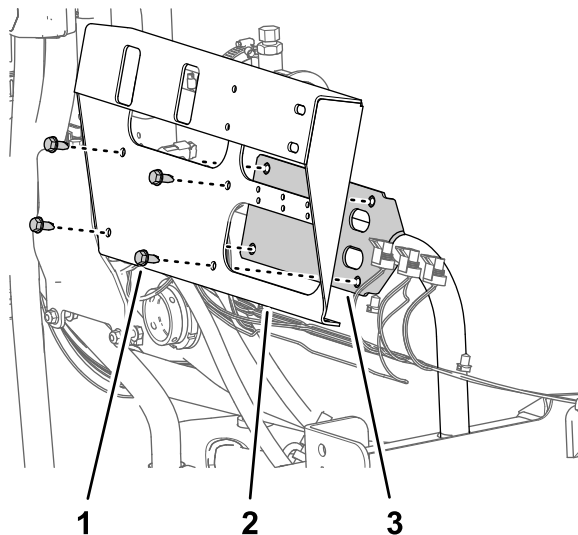

Figure 73
3. Retirez les 4 vis à embase (5/16" x 3/4") qui fixent la patte de support de vanne de section au support des vannes, et déposez la patte de support de la machine (Figure 73).